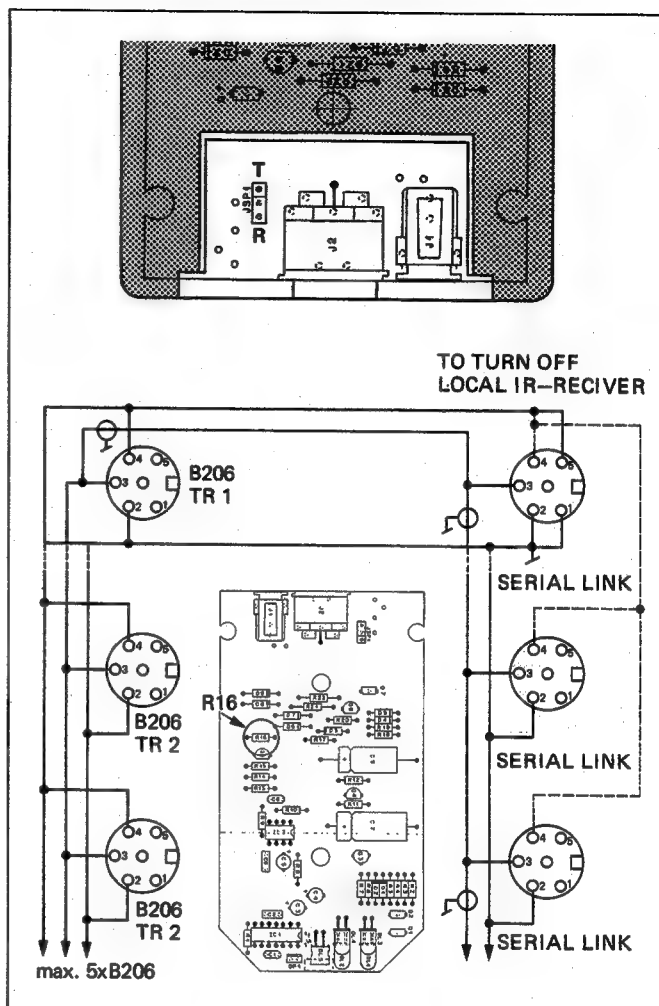

Fig. 4.1
2. Câbler une fiche DIN pour le B206 Transceiver et la prise SERIAL LINK selon fig. 4.1.
Comme indiqué sur la fig. 4.1, il est possible de mettre en parallèle plusieurs B206 Transceivers ainsi que plusieurs appareils REVOX avec prises SERIAL LINK. L'installation doit être faite avec un soin extrême et les câbles de connexion doivent être fabriqués par un spécialiste.
* Sur tous les appareils à SERIAL LINK, le récepteur IR interne peut être mis hors service. (Dans la fiche, relier la broche 4 à la broche 5 ainsi que la broche 1 à la broche 2. Attention avec les appareils en parallèle: voir fig. 4.1).